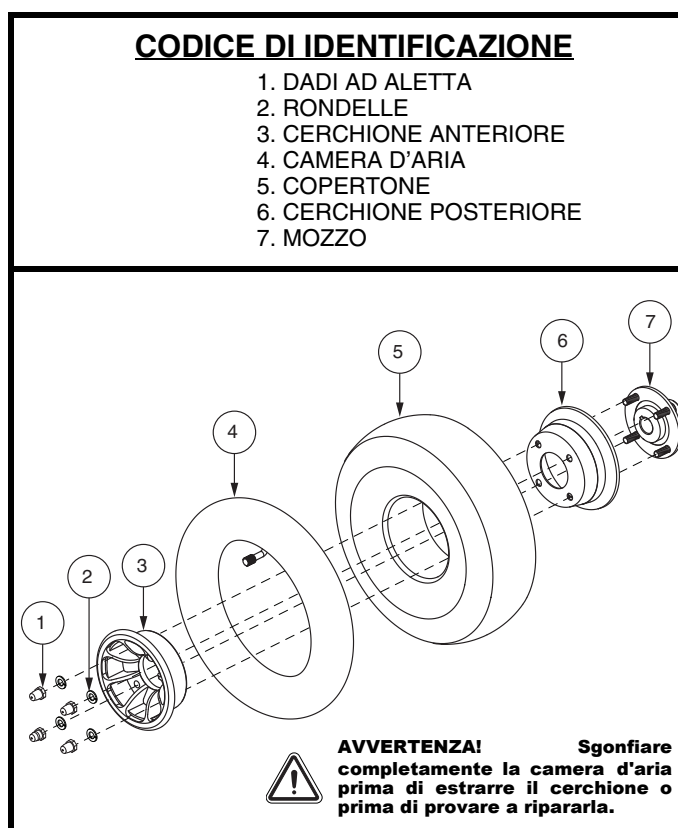

Figura 25. Ruota motrice smontata
6. Rimuovere i dadi ad aletta e le rondelle che separano i due cerchi. **Vedere figura 25.**
7. Rimuovere la vecchia camera d'aria dal pneumatico e sostituirla con una nuova camera d'aria **Vedere figura 25.**